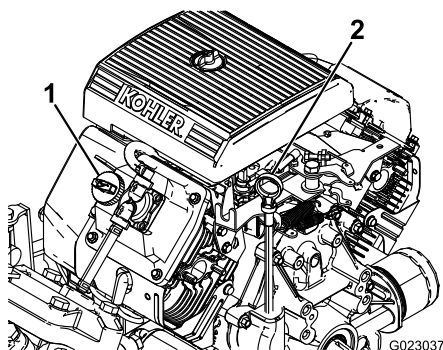

Рисунок 43
2. Выньте масломерный щуп и протрите его чистой ветошью (Рисунок 43). Вставьте масломерный щуп в трубку и убедитесь, что он вставлен до упора. Выньте щуп и проверьте уровень масла.
3. Если уровень масла низкий, снимите крышку заливной горловины с крышки клапана (Рисунок 43) и залейте масло в отверстие до отметки Full (Полный) на щупе. Медленно заливайте масло и во время этого процесса часто проверяйте уровень. Не допускайте переполнения.
8. Медленно залейте примерно 80% указанного количества масла в маслосливную горловину (Рисунок 43).